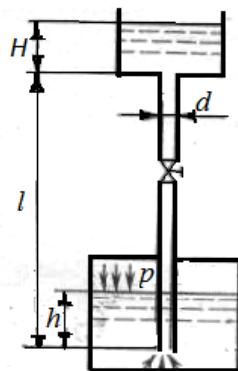

Рис. 8.5
8.11. Каким должно быть избыточное давление $P_{\text{изб}}$ в закрытом резервуаре (рис. 8.5), чтобы обеспечить подачу воды в количестве $Q = 0,4$ л/с по трубопроводу диаметром $d = 44$ мм и длиной $l = 8,8$ м, если $h = H$, $\xi_{\text{входа}} = 0,5$, $\xi_{\text{выхода}} = 1$, $\xi_{\text{вентил}} = 2$, шероховатость труб $\Delta h = 0,2$ мм.
8.12. Абсолютное давление p в закрытом резервуаре составляет 1,8 бар (рис. 8.5). С каким расходом будет подаваться вода в открытый резервуар по трубопроводу диаметром $d = 22$ мм и длиной $l = 4,4$ м, если $h = 2$ м, $H = 1$ м, $\xi_{\text{входа}} = 0,5$, $\xi_{\text{выхода}} = 1$, $\xi_{\text{вентил}} = 2$, шероховатость труб $\Delta h = 0,2$ мм.